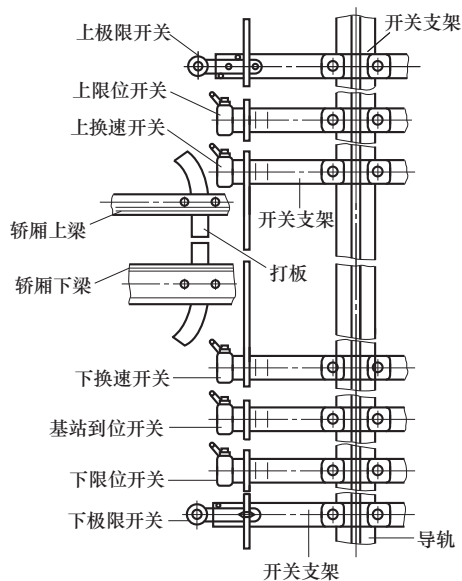

图 10-7 换速、限位和极限开关的安装示意图
(1) 换速开关、限位开关的安装：根据电梯的运行速度可设一只或多只换速开关（又称减速开关）。额定速度为 1m/s 电梯的换速、限位、极限开关的安装示意图如图 10-7 所示。
(3) 基站轿厢到位开关的安装：装有自动门机的电梯均应设此开关。到位开关的作用是使轿厢未到基站前，基站的层门钥匙开关不起任何作用，只有轿厢到位后钥匙开关才能启闭自动门机，带动轿门和层门。基站轿厢到位开关支架安装于轿厢导轨上，位置比限位开关略高一点即可（见图 10-7）。